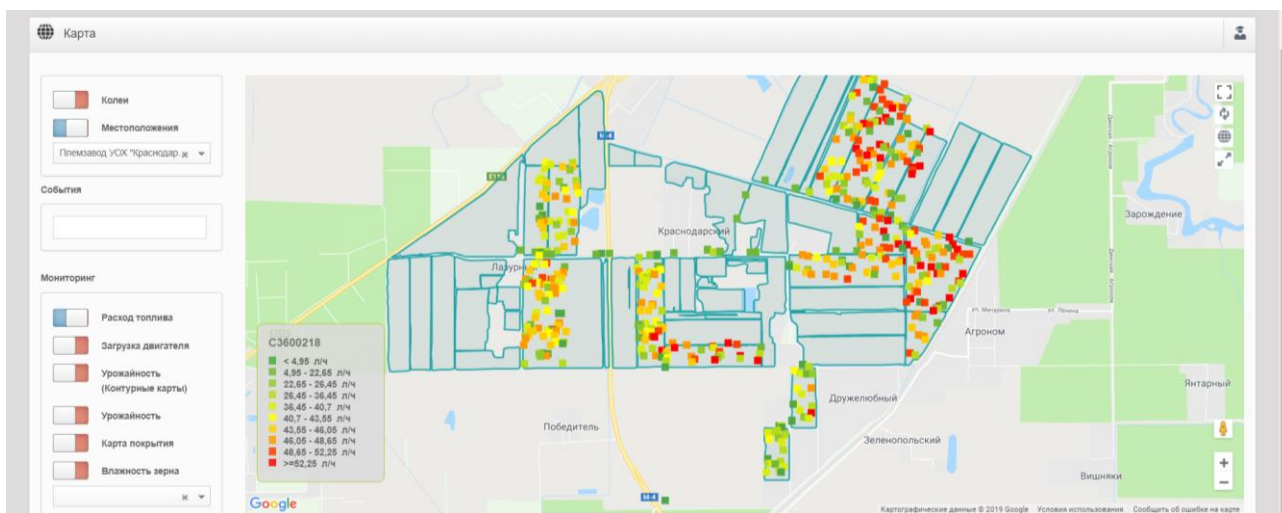
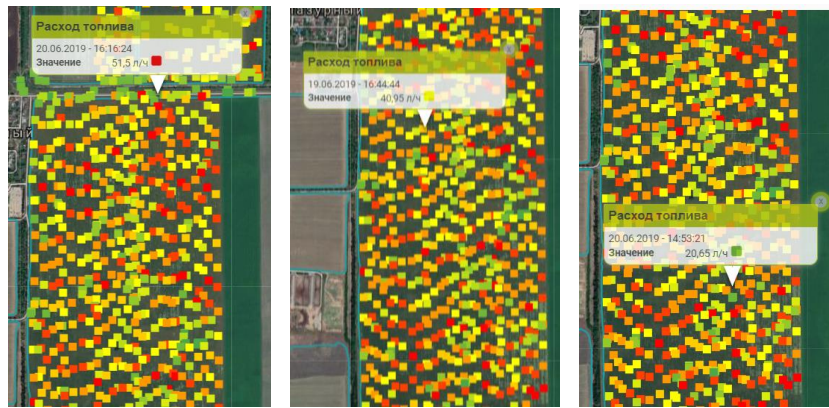

Рисунок 5.11 – Значения расхода топлива выбранным комбайном
Рисунок 5.12 – Значения расхода топлива комбайна в различных частях поля 5.1
- расход топлива (рисунок 5.11) и сравните в различных частях поля 5.1 (рисунок 5.12);